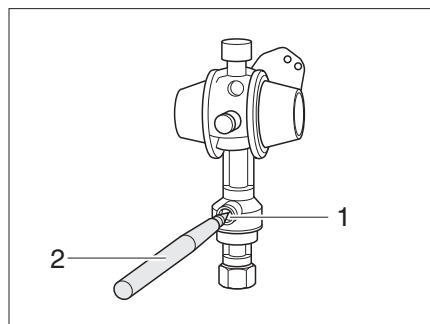

Bild 68 Crash-Sensor
- Mit einem Stift (Bild 68,2) den Entsicherungsknopf (Bild 68,1) mehrere Sekunden eindrücken.